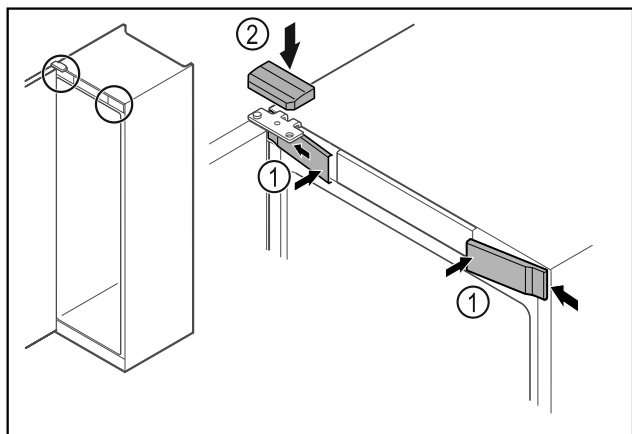

Fig. 62
- ▶ Закачете предните капаци Fig. 62 (1) от страни и фиксирайте.
- ▶ Фиксирайте горния капак Fig. 62 (2) отгоре.